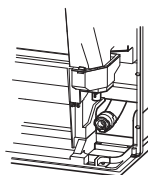

Fig. 4
- Prilikom usmjeravanja odvodnih cijevi pobrinite se da je odvodno crijevo (1) usmjereno kako je prikazano. (Fig. 4)